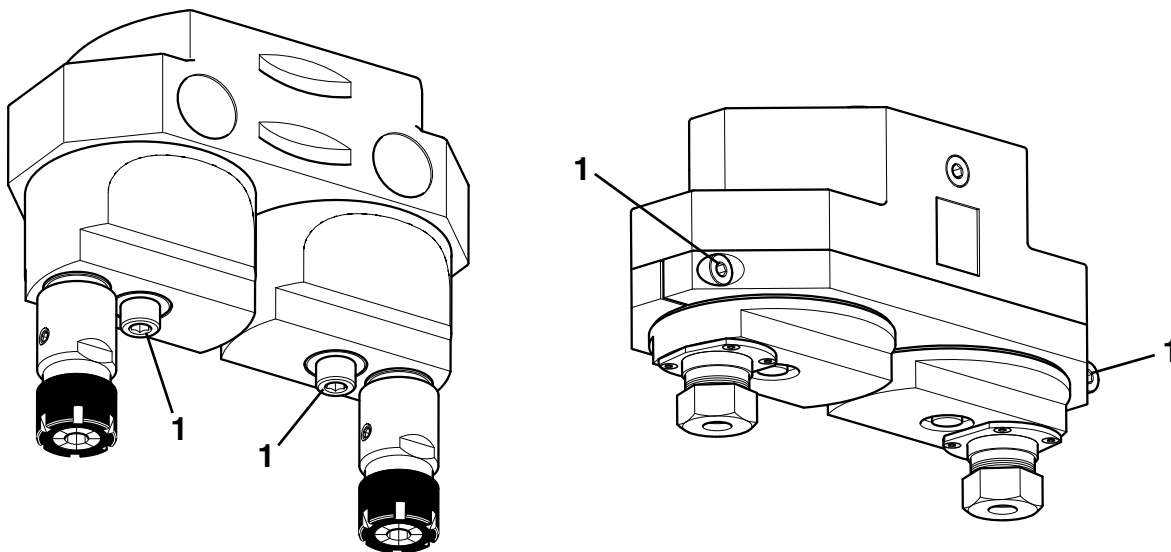

Fig. 6
**REGOLAZIONE** Per impostare il corretto interasse di lavoro, occorre allentare la vite **1** (Fig. 6) di ciascun gruppo mandrino registrabile e ruotarli nello stesso senso fino ad ottenere la misura desiderata.
Al termine dell'operazione, mediante chiave dinamometrica serrare la vite **1 (Fig. 6)** di ciascun gruppo mandrino registrabile alla coppia riportata in **Tabella 1**.